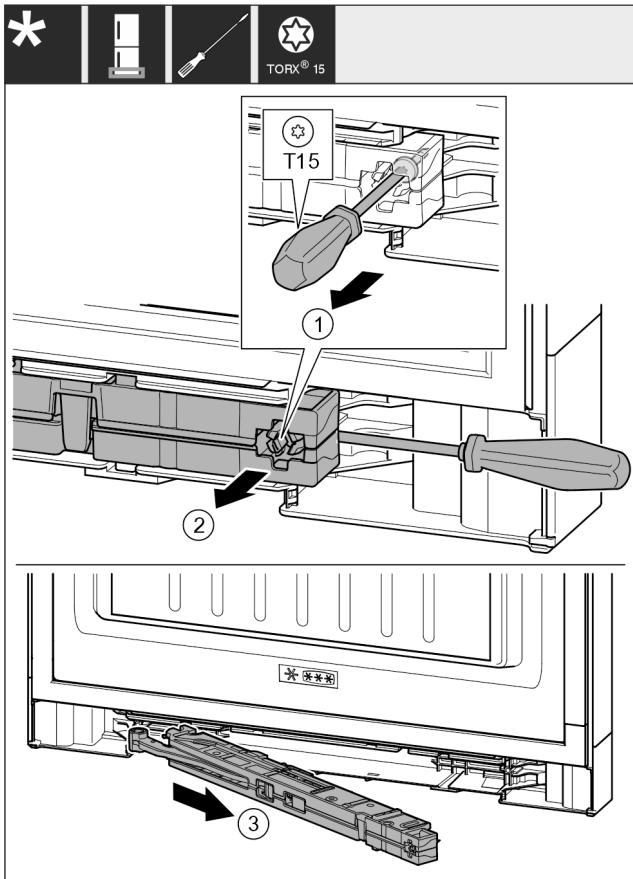

Fig. 20
- ▶ Ослабьте винт Fig. 20 (1) на узле амортизатора закрытия двери с помощью отвертки на 14 мм.
- ▶ При помощи отвертки отведите узел амортизатора закрытия двери Fig. 20 (2) со стороны ручки вперед.
- ▶ Извлеките узел амортизатора закрытия двери Fig. 20 (3).